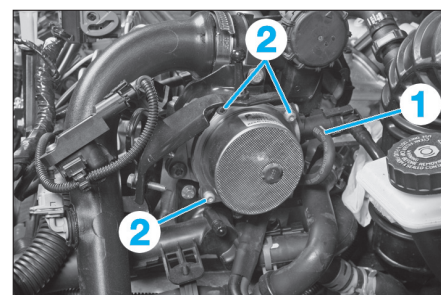

FIG. 20
- Débrancher la conduite à dépression (1) (Fig.20).